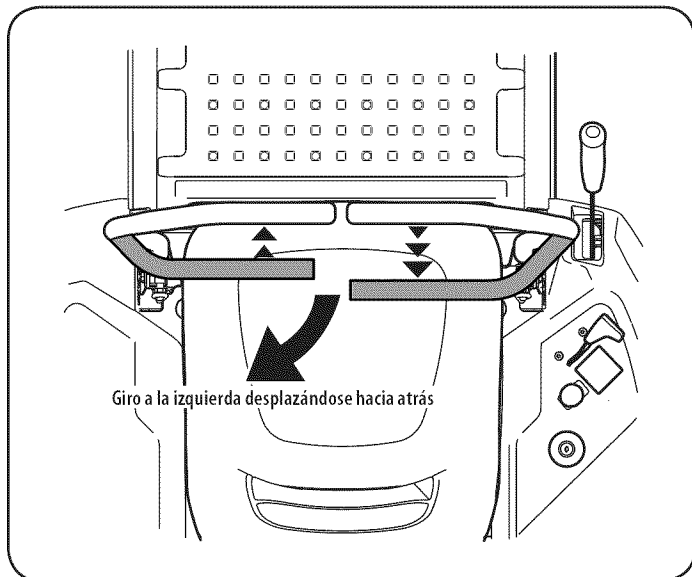

Figura 17
2. Para girar a la izquierda mientras se desplaza marcha atrás, mueva la palanca de control del lado izquierdo hacia adelante respecto de la palanca derecha. Vea la Figura 17.